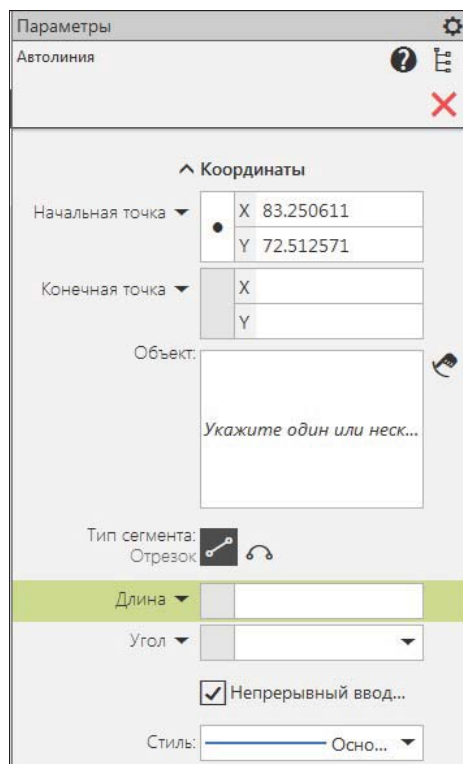

Рис. 5.9. Панель Параметры: Автолиния
- ◆ щелкните ЛК мыши по кнопке **Автолиния**. На панели **Параметры: Автолиния** (рис. 5.9) имеются следующие элементы: